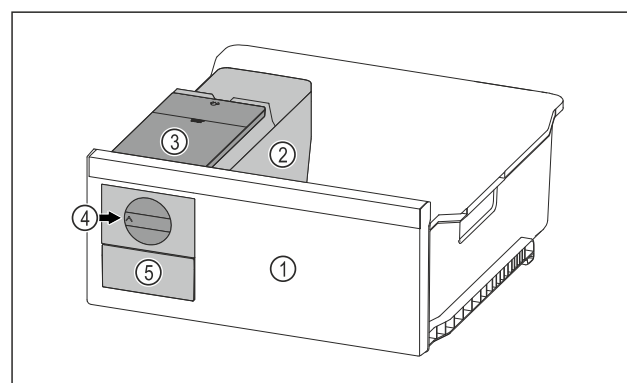

Fig. 70 Примерное изображение
- Поверните поворотную кнопку Fig. 70 (4) по часовой стрелке до упора.
- Кубики льда упадут из ванночки для кубиков льда в выдвижной ящик для кубиков льда Fig. 70 (5).